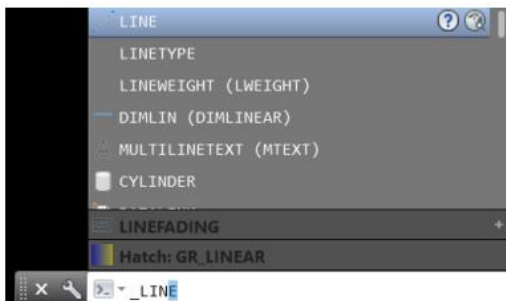

Figura 5.3. Comando line desde la barra de comandos
- Specify first point: clic en un punto Midpoint del rectángulo como se observa en la figura 5.3.